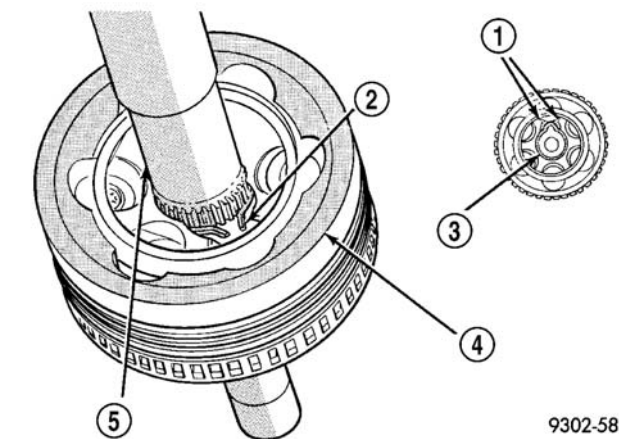

图 28 从连接轴上拆卸外等速万向节
- （6）将等速万向节总成至连接轴的卡环上的耳边展开（图 28）。